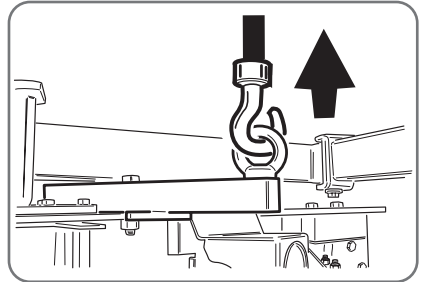

Fig. 3.2
- die Maschine mit Hilfe des Hehebügels (Abb.3.2) sichern.